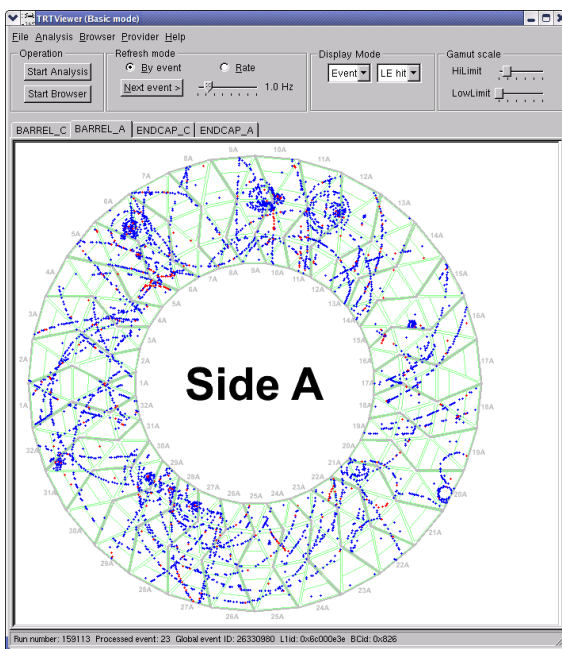

Рис. 3.3
15. Запустите программу TRTViewer для обработки реальных данных от pp столкновений. В режиме Event Display внимательно просмотрите несколько событий. Ответьте – видны ли в этих событиях треки частиц, которые с большой вероятностью являются электронами? Объясните – почему вы так считаете? (см пример на рис. 3.3)